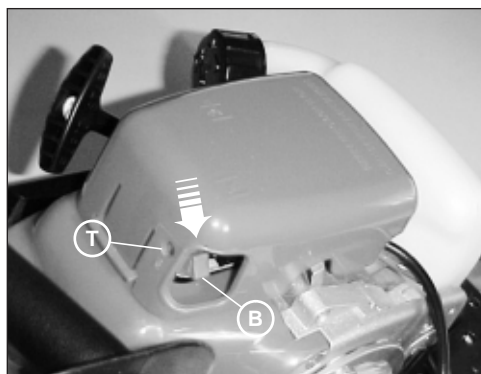

fig. 3
- Posizionare a fine corsa in posizione B "START" la leva aria (fig. 3).
La vite di regolazione contraddistinta da "MIN" (fig. 3) è regolata in modo che l'utensile, con motore al minimo, non ruoti. Se questo non avviene, ruotare in senso antiorario la vite fino a quando, al regime minimo (2700-2900 giri/min), si ha l'arresto dell'utensile in breve tempo. A questo regime il motore deve mantenere una regolare rotazione.